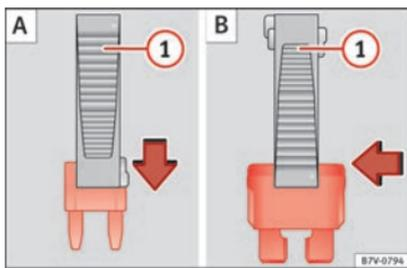

Fig. 61 Retirer ou placer un fusible.
- *Petits fusibles* : encastrez la pince depuis le haut » fig. 61 A.
- *Grands fusibles* : déplacez la pince latéralement sur le fusible » fig. 61 B.